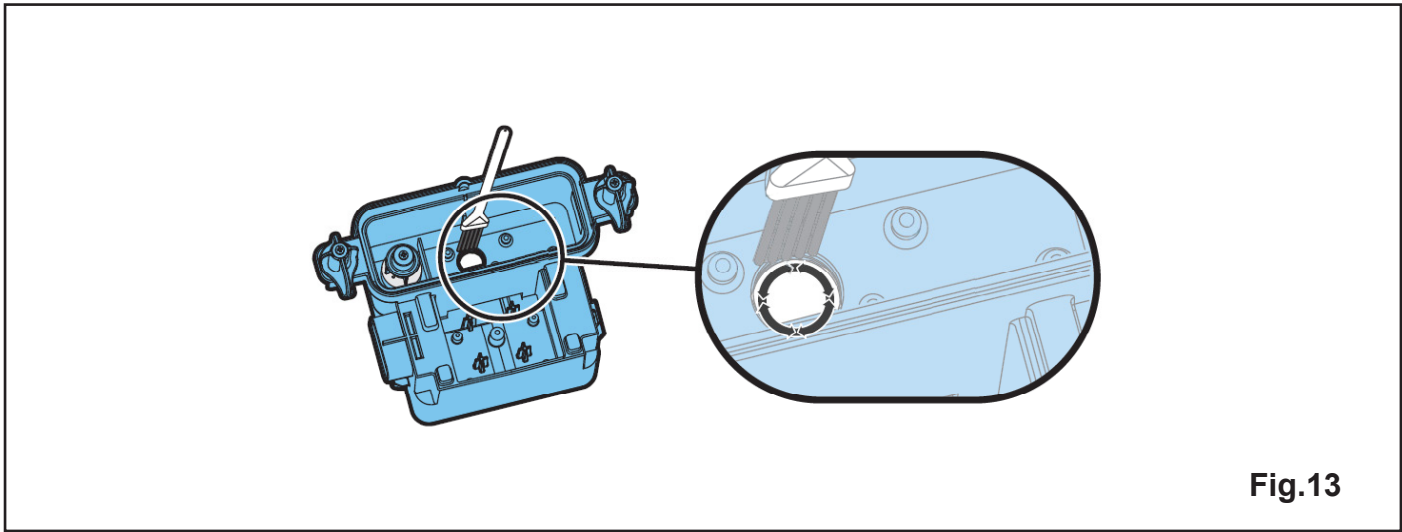

Fig.13
9. Coloque una pequeña cantidad de líquido de lavado en el sumidero y, utilizando el cepillo suministrado, limpie suavemente todas las superficies, incluidos los discos de metal y la junta de goma ubicada en la superficie superior ranurada. **No quite las juntas de goma.** (Vea las Figs. 13 y 14)